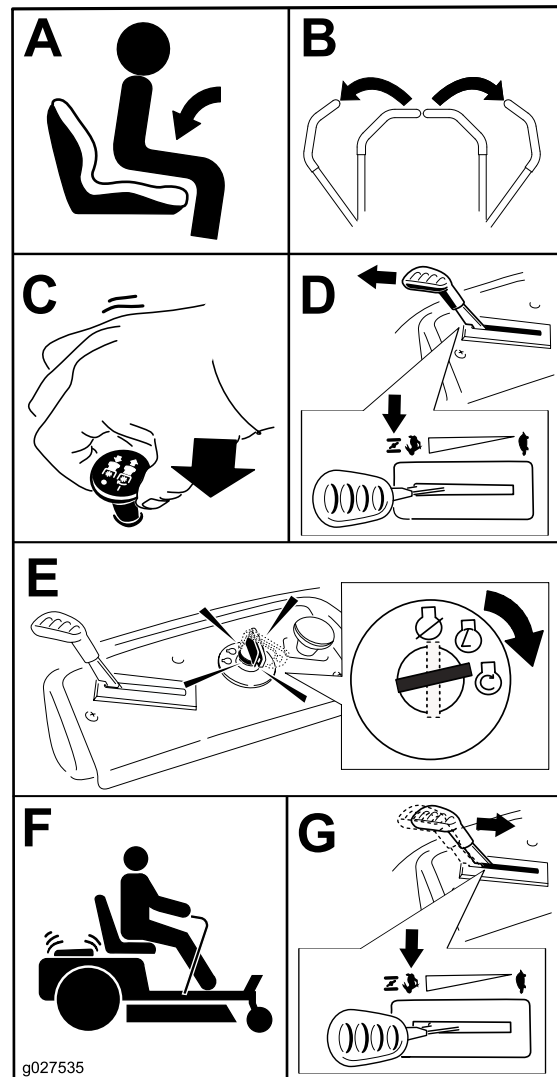

Figura 10
**Nota:** Puede ser necesario sujetar la palanca contra el tope, en la posición Estárter, mientras intenta arrancar el motor (Figura 10).